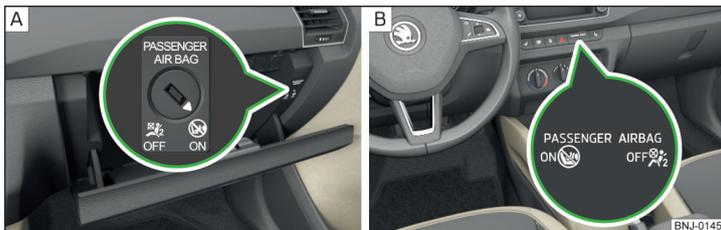

Abb. 10 Schlüsselschalter für Beifahrer-Frontairbag / Kontrollleuchte für Beifahrer-Frontairbag
Der Beifahrer-Frontairbag kann mit dem Schlüsselschalter abgeschaltet werden » Abb. 10 auf Seite 20 - A.
Stellungen des Schlüsselschalters » Abb. 10 - A
- OFF** Der Beifahrer-Frontairbag ist abgeschaltet - nach dem Einschalten der Zündung leuchtet die Kontrollleuchte  » Abb. 10 - B